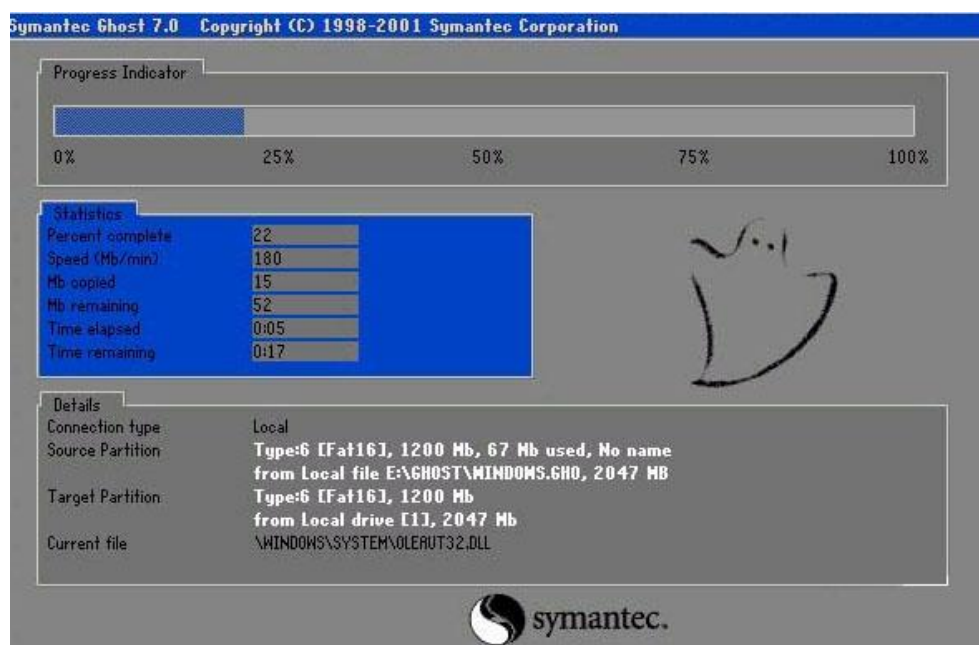

图 2-10 系统安装进程界面
11) 选择“YES”，进入系统安装界面（如图 2-10 所示）。